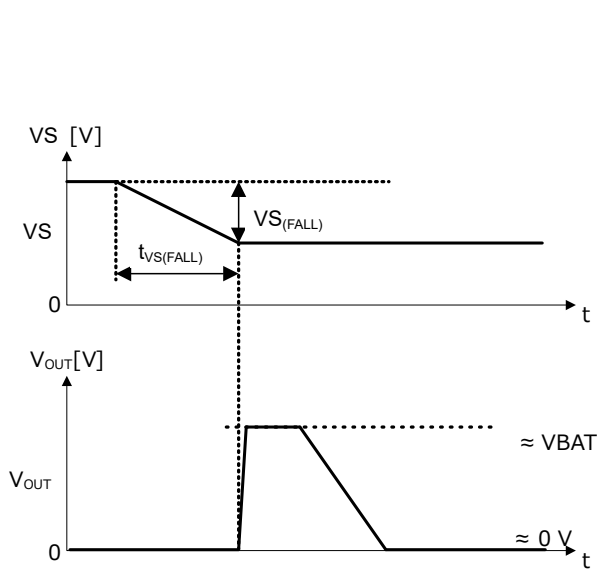
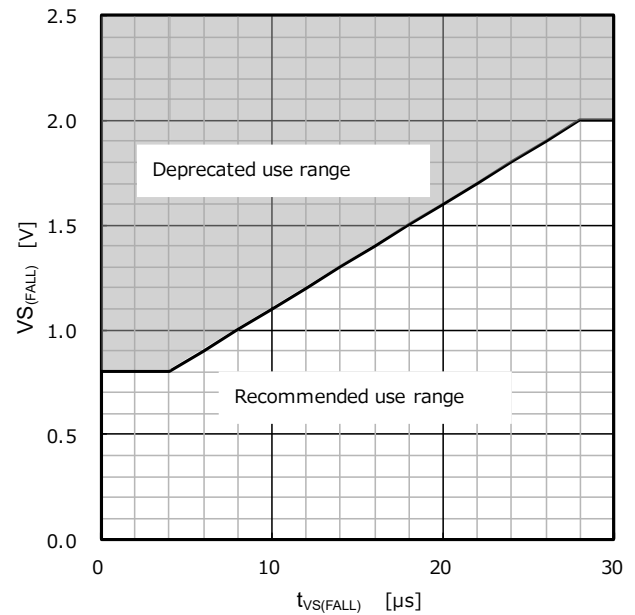

Figure 67. 電源急峻変動時の出力 OFF 動作
Figure 68. 推奨使用範囲
電源端子 (VS) の電圧が急峻に立ち下がる場合、Figure 67. に示すように一時的に出力端子 (OUT) が OFF する場合があります。電源端子が急峻に立ち下がるのが想定されるセットの場合、Figure 68. に示す推奨使用範囲に収まるように、電源-グラウンド端子間にコンデンサを挿入するなどの対策を施してください。